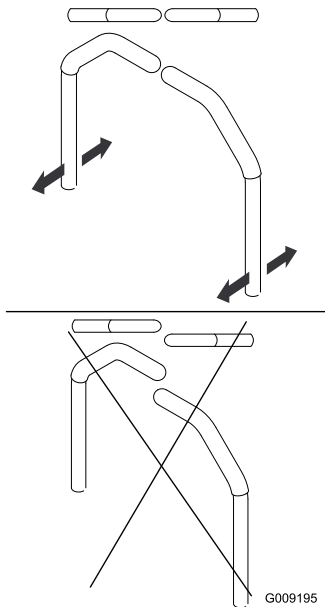

Figure 84
4. Réglez l'alignement avant/arrière des leviers en les plaçant simultanément à la position POINT MORT, puis faites-les coulisser jusqu'à ce qu'ils soient alignés, puis serrez les boulons (Figure 84).